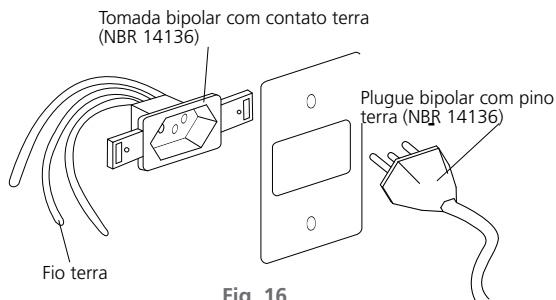

Fig. 16
- Ligar o produto em uma tomada bipolar com contato terra, de 10 A, 3 pinos redondos (diâmetro dos pinos 4,0 mm) devidamente aterrada (NBR 14136) (fig. 16), exclusiva, em excelente estado, dimensionada de acordo com o circuito de proteção.